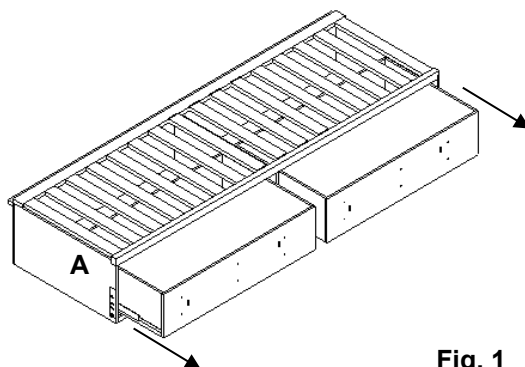

Fig. 1
18. Afin d'assembler le lit à une tête de lit et à un dossieret, retirer les tiroirs du cadre latéral de rangement (A). Sortir les tiroirs au maximum. Voir **Fig. 1**.